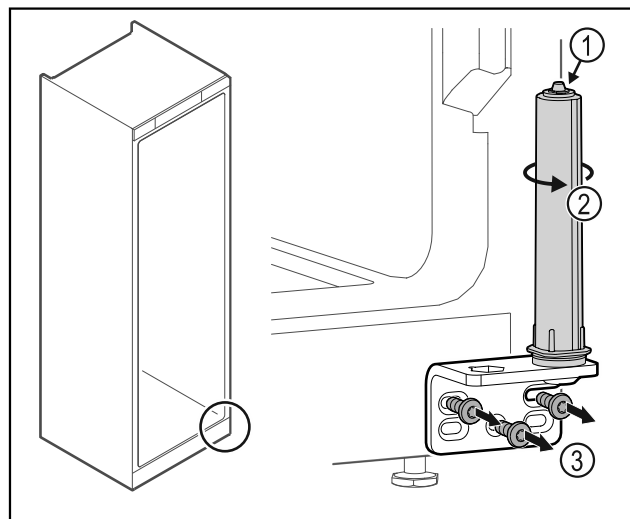

Fig. 27
- Non disassemblare il sistema di chiusura della porta Fig. 27 (1).
- Ruotare il sistema di chiusura Fig. 27 (2) finché non si innesta con un clic.
- Svitare la cerniera angolare Fig. 27 (3).